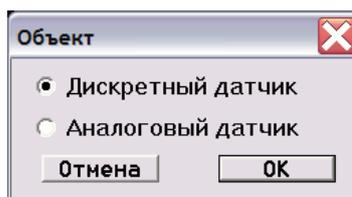

Рисунок 56
4. Дважды щелкните «мышью» в поле «Объект». На экране появится окно выбора объекта (рисунок 56). Выберите объект и нажмите «ОК». В зависимости от того, что вы выбрали, будет выведен список либо дискретных датчиков, либо аналоговых датчиков. В списке выберите конкретный датчик и нажмите «ОК».